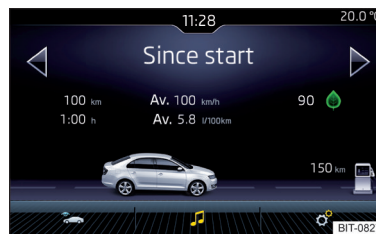

Fig. 178
- Prin apăsarea tastei , se afișează meniul principal cu suprafețele de comandă funcții următoare » fig. 178.